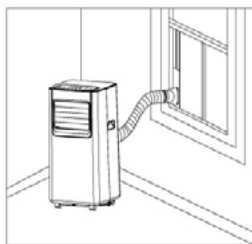

Fig. 5
- Verlängern Sie den Auspuffschlauch und setzen Sie den Verbindungsstück in die Fensterabdichtung ein (wie auf Abb. 5 und 6 zu sehen sind).